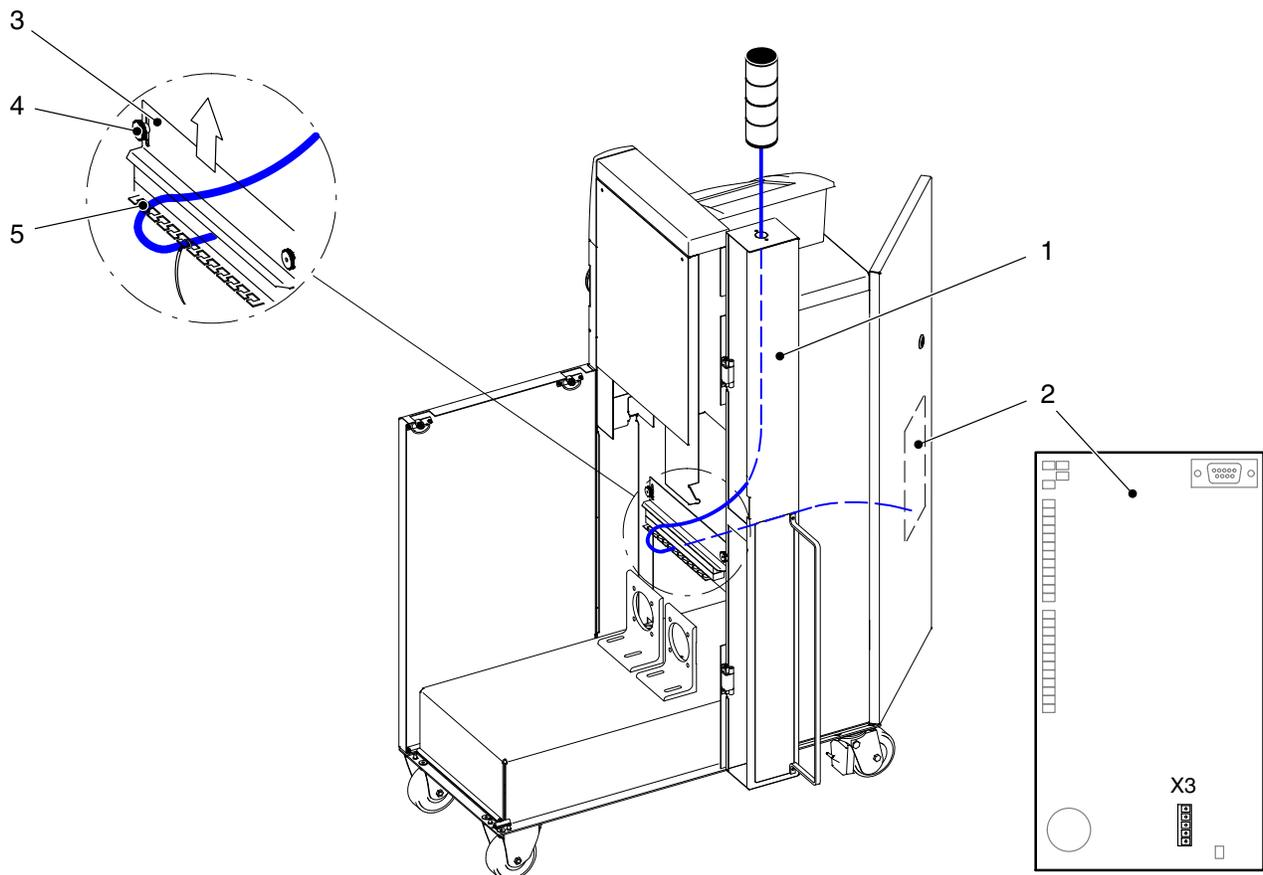

Fig. 3-17
8. Ligar a ficha do conjunto de luzes avisadoras a X3 do módulo I/O OU, se aí já estiver ligado o cabo adaptador P/N 7157856 ou P/N 7157863, à ligação livre do cabo adaptador (consulte a fig. 3-17).
9. Fixe o cabo com braçadeira para cabos a um dos dentes de chapa (5, fig. 3-17) situados sob a cantoneira de suporte da *passagem de cabos*.